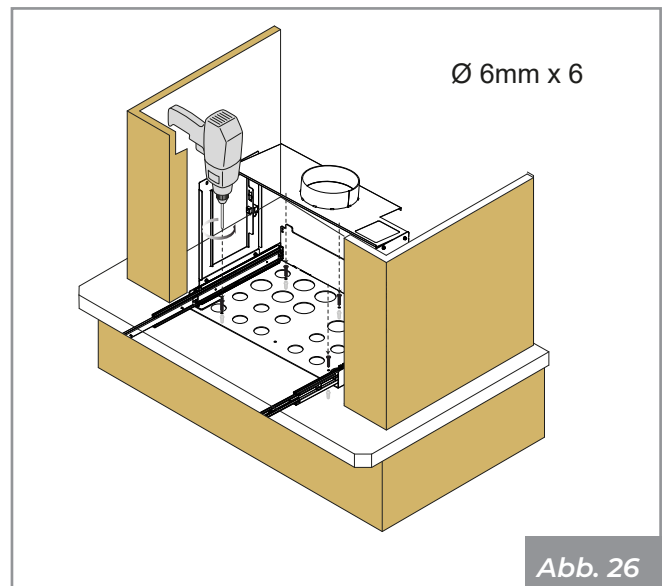

Abb. 26
- 6-mm-Dübel in die Bohrlöcher einsetzen und Sie den Sockel mit den Schrauben (nicht mitgeliefert) befestigen. (3) - (**Abb. 26**).